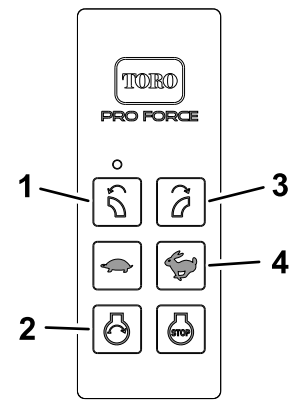

Figura 18
1. Apăsai pe butonul PORNIRE (Figura 18) de pe telecomanda portabilă.